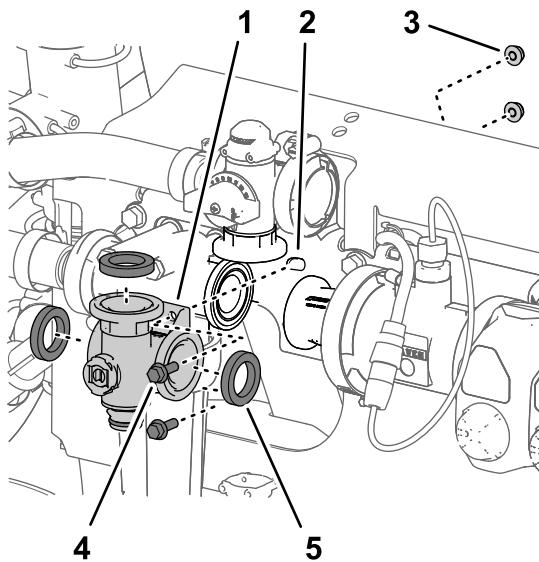
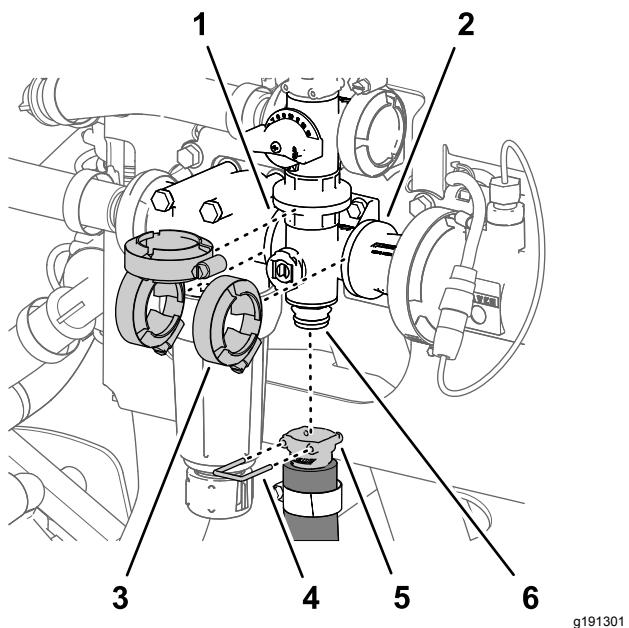

Bild 120
Bild 121
1. Flüchten Sie den Flansch des Rührwerk-ventilverteilers und drei Dichtungen mit den Flanschen des Rührwerksicherheitsventils, des Druckfilterkopfs und dem Kupplungsadapter aus (Bild 120 und Bild 121).
2. Befestigen Sie den Rührwerkventilverteiler mit drei Flanschklemmen, die Sie in Entfernen des Rührwerkverteilerventils \(Seite 85\) entfernt haben, lose am Rührwerksicherheitsventil, am Druckfilterkopf und am Kupplungsadapter (Bild 121).
5. Ziehen Sie die drei Flanschklemmen mit der Hand an (Bild 121).
6. Befestigen Sie die Schnellkupplung des Rührwerkschlauchs mit dem Schnellkupplungsstift am Schnellkupplungsanschlussstück des Rührwerkventilverteilers (Bild 121).